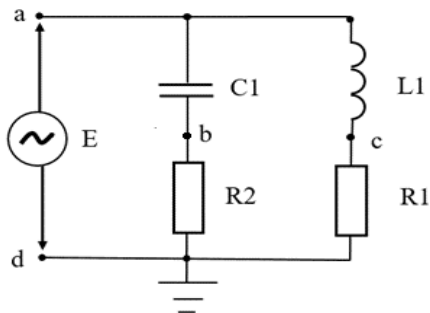

Рис. 10.1
1.1. Для схеми, зображеної на рис.10.1 обчислити резонансну кутову частоту  $\omega_0$  (рад/с) та резонансну частоту  $f_0$  (Гц).
2.2 В середовищі Multisim скласти схему відповідно до рис. 10.1, підключити канал *A* осцилографа в точку *c*, канал *B* осцилографа в точку *b*.